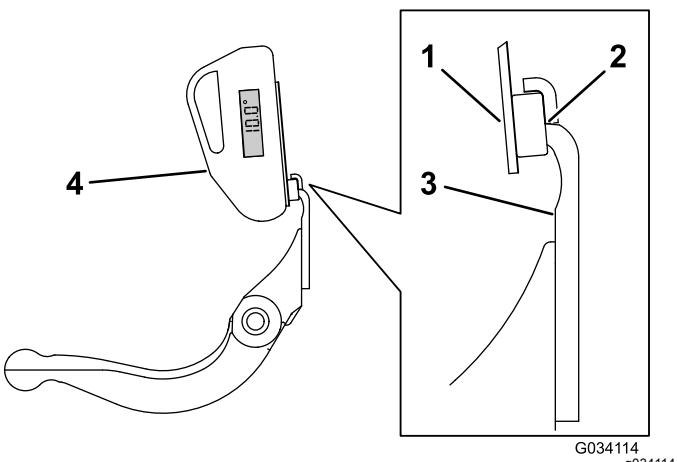

Figura 26
3. Coloque o suporte do indicador do ângulo na extremidade da lâmina de corte de modo a que a extremidade do íman coincida com a extremidade da lâmina de corte (Figura 26).
4. Coloque o indicador do ângulo no suporte, como se mostra na Figura 26.